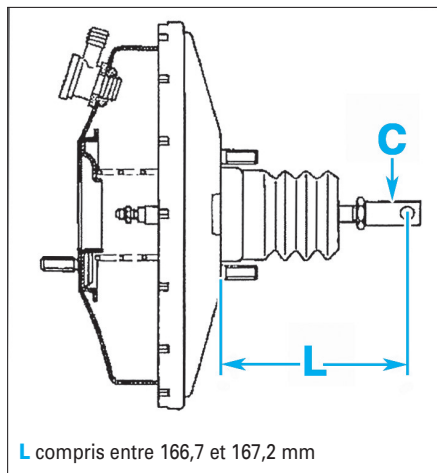

FIG. 18
- Avant le remontage du servofrein, vérifier que le dépassement de la tige (C) soit comprise entre 166,7 et 167,2 mm (Fig.18).